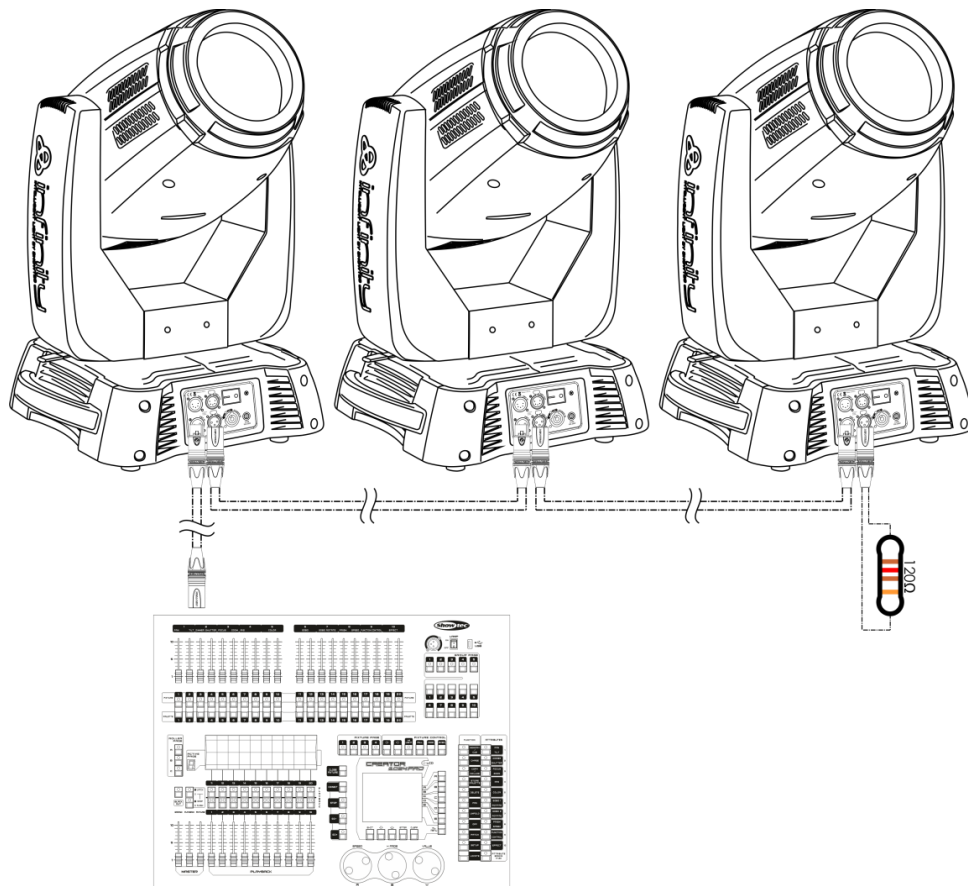

Fig. 07
- 04) Collegare le unità come indicato nella Fig. 07. Collegare la presa DMX "out" della prima unità alla presa DMX "in" della seconda unità, servendosi di un cavo di segnale DMX. Ripetere questo processo fino a collegare la seconda, la terza e la quarta unità.